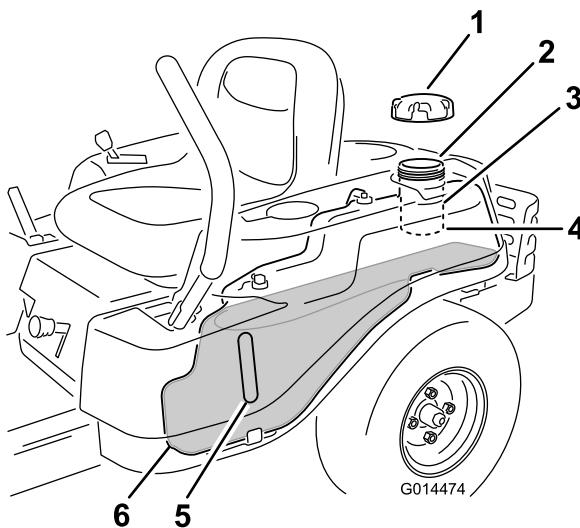

Figura 9
Nota: Puede utilizar la mirilla de combustible para verificar la presencia de gasolina antes de llenar el depósito (Figura 9).
2. **Añada gasolina sin plomo lentamente**Figura 9 hasta que el combustible llegue a la base del cuello de llenado () .